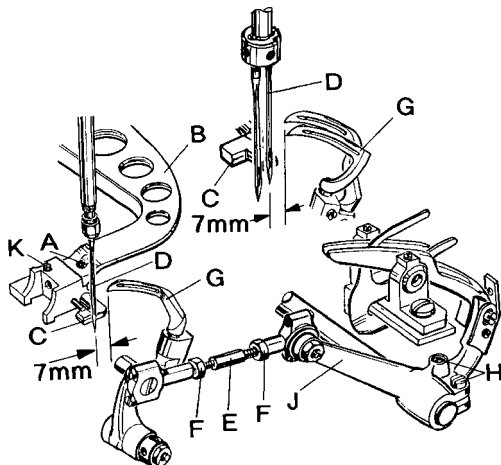
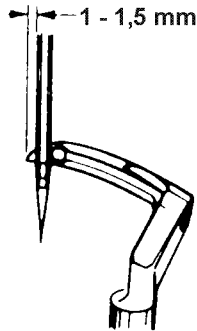
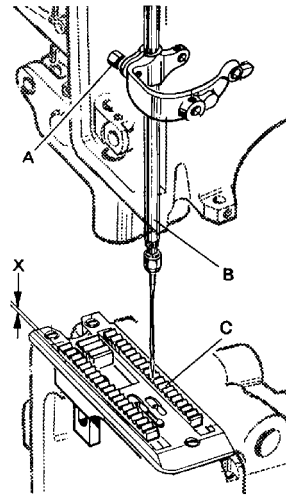
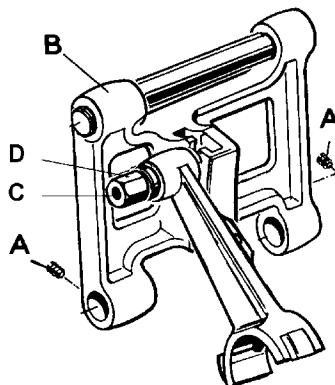

Fig. 10
Fig. 12
Fig. 13
Fig. 14
Remove the presser foot, throat plate and feed dog, for convenient access to the machine. Loosen the screw (A, Fig.10) in the feed bar (B) and push the feed bar needle guard (C) to the rear to avoid its contacting the needle(s) (D).
Set the looper connecting rod (E) so the distance (X, Fig. 12) between the centerlines of the two ball joints is 69.8 mm (2 3/4 in.). For adjustment loosen the two nuts (F, Fig.10) and turn connecting rod (E) forward or backward as required to obtain specified dimension, retighten nuts (F).
Zur bequemeren Einstellung entfernen Sie Drückerfuß, Stichplatte und Transporteur. Lösen Sie die Schraube (A, Fig.10) im Transporteurträger (B) und drücken Sie den Nadelanschlag (C) nach hinten, damit er die Nadel(n) (D) nicht berühren kann.
Die Greiferverbindungsstange (E) muß so eingestellt sein, daß der Abstand (X, Fig. 12) von Mitte zu Mitte Kugelgelenk 69,8 mm beträgt. Zum Einstellen lösen Sie die beiden Muttern (F, Fig.10) und drehen die Verbindungsstange (E) vor oder zurück bis der erforderliche Abstand erreicht ist. Ziehen Sie die Muttern (F) wieder an.
Remove the face cover on machine arm. Rotate handwheel in operating direction until the looper point, moving to the left, projects 1 to 1.5 mm (.040 to .060 in.) left of the needle (see Fig. 12). Lower edge of looper and upper edge of needle eye must be flush in this position. If adjustment is necessary, loosen clamp screw (A, Fig. 13) in the needle bar connection and move the needle bar up or down, as required. Retighten screw (A) and remount face cover.
Entfernen Sie den Stirndeckel am Maschinenarm. Drehen Sie das Handrad in Nährichtung bis die sich nach links bewegende Greiferspitze 1 bis 1,5 mm links der Nadel steht (siehe Fig. 12). In dieser Stellung müssen Unterkante Greifer und Oberkante Nadelöhr bündig sein. Ist eine Einstellung notwendig, lösen Sie die Klemmschraube (A, Fig. 13) im Nadelstangenmitnehmer und schieben die Nadelstange (B) entsprechend nach oben oder unten. Ziehen Sie die Schraube (A) wieder an und montieren Sie den Stirndeckel.
At highest point of feed dog travel, the lower feed dog (C, Fig. 13) should be set so that the rear teeth project their full depth (X, Fig. 13) above the throat plate surface. For setting remove the lower feed dog and adjust the supporting screw (K, Fig. 10) on the top to the feed bar to the required height. Remount the lower feed dog. After loosening screws (A, Fig. 14) rear in the feed rocker (B) the feed bar with feed dog can be moved laterally to center the feed dog in the throat plate slots, if required. Retighten screws (A).
Im höchsten Punkt der Transporteurbewegung sollen die hinteren Zähne des unteren Transporteurs (C, Fig. 13) eine volle Zahnhöhe (X, Fig. 13) über die Stichplattenoberfläche hinausragen. Zur Einstellung entfernen Sie den Transporteur und stellen die Stützscharbe (K, Fig. 10) oben im Transporteurträger auf die entsprechende Höhe. Montieren Sie den Transporteur wieder.
Nach dem Lösen der Schrauben (A, Fig. 14) hinten im Transportrahmen (B) kann der Transporteurträger bei Bedarf mit dem Transporteur seitlich verschoben und in den Stichplattenschlitzen vermittelt werden. Ziehen Sie die Schrauben (A) wieder an.
Stud (C, Fig. 14) for setting the stitch length is accessible from the outside.
The length of the stitch can be adjusted by raising or lowering the stud (C, Fig. 14) in the segment slot of the feed rocker (B). Lowering stud (C) will lengthen the stitch, raising the stud will shorten the stitch. After loosening nut (D), stud (C) can be moved accordingly. When the desired stitch length is obtained, retighten nut (D).
The needle guard (C, Fig. 10) has to be set so, that it just contacts the needle at its most forward point of travel, without deflecting it.
Loosen screw (A, Fig. 10) in the feed bar (B) and adjust the needle guard (C) accordingly. Retighten screw (A).
Der Bolzen (C, Fig. 14) zur Einstellung der Stichtlänge ist von außen zugänglich.
Die Stichtlänge kann durch Höher- oder Tieferstellen des Bolzens (C, Fig. 14) in der Nut des Transportrahmens (B) verändert werden. Tieferstellen des Bolzens (C) verlängert den Stich, Höherstellen verkürzt ihn. Nach Lösen der Mutter (D) läßt sich der Bolzen (C) entsprechend verschieben. Wenn die gewünschte Stichtlänge eingestellt ist, ziehen Sie die Mutter (D) wieder an.
Der Nadelanschlag (C, Fig. 10) muß so eingestellt sein, daß er in der vordersten Stellung seiner Bewegung gerade die Nadel berührt, aber nicht ablenkt.
Zur Einstellung lösen Sie die Schraube (A, Fig. 10) im Transporteurträger (B), und stellen den Nadelanschlag (C) entsprechend ein. Ziehen Sie die Schraube (A) wieder an.